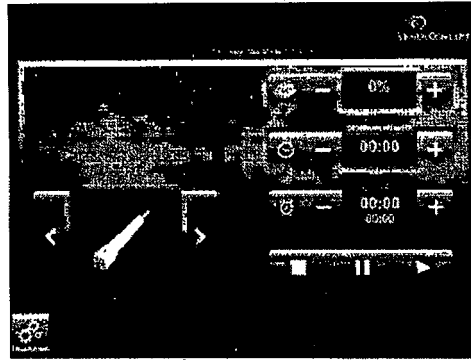

Figura 5-4. Pantalla de tratamiento
1. Verifique que ha aparecerá la pantalla de tratamiento, como se muestra en la Figura 5-4.
1. Verifique que se ha abierto la pantalla de tratamiento, como se muestra en la Figura 5-4.